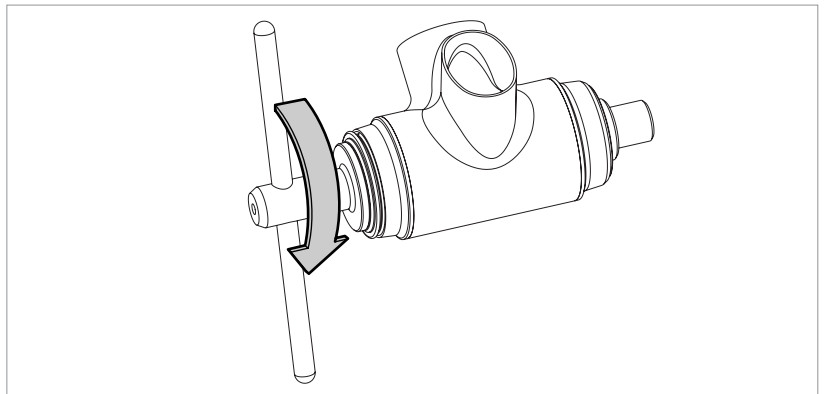

Fig.6
- Ruotate in senso orario la leva dell'utensile UT-BB240 fino a portare in battuta entrambe le calotte (Fig. 6).
- Prima di estrarre l'utensile accertatevi di aver posizionato correttamente le calotte sul movimento centrale (Fig. 6).